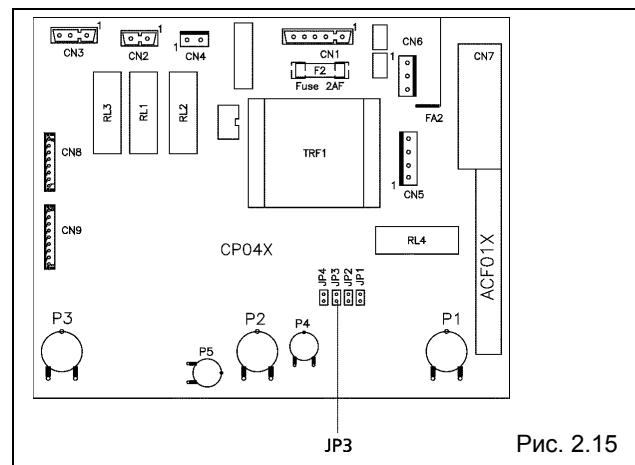

Рис. 2.15
**Если вы переходите с метана на сжиженный нефтяной газ, необходимо установить перемычку JP3 (рисунок 2.15 на странице 15), чтобы увеличить напряжение на модуляторе и, следовательно, увеличить расход газа к горелке. Если вы переходите со сжиженного нефтяного газа на метан, проделайте обратную процедуру.**